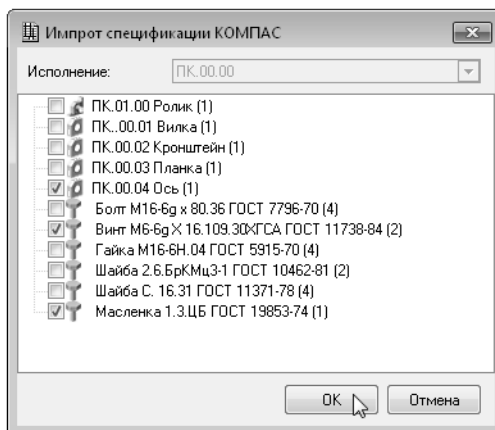

Рис. 11.8.
16. Снимите галочки так, как показано на рис. 11.8 и нажмите кнопку **ОК**.